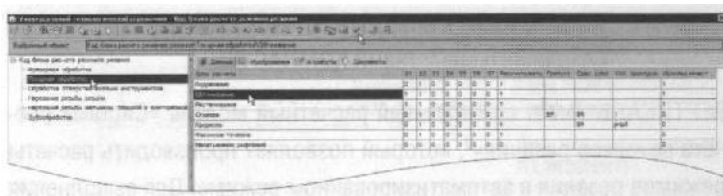

Рисунок 50
2. Перейдите на вкладку **Атрибуты** перехода 1 и убедитесь, что в строке *Блок расчета РР* появилось слово «*обтачивание*» (рис. 50).